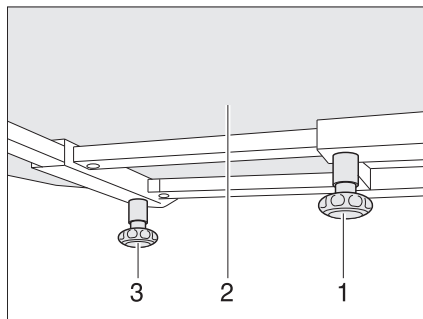

Fig. 78 Table fixe
- Desserrer la vis moletée (Fig. 78,1).
- Pousser le plateau (Fig. 78,2) dans la position désirée.
- Desserrer la vis moletée (Fig. 78,3).